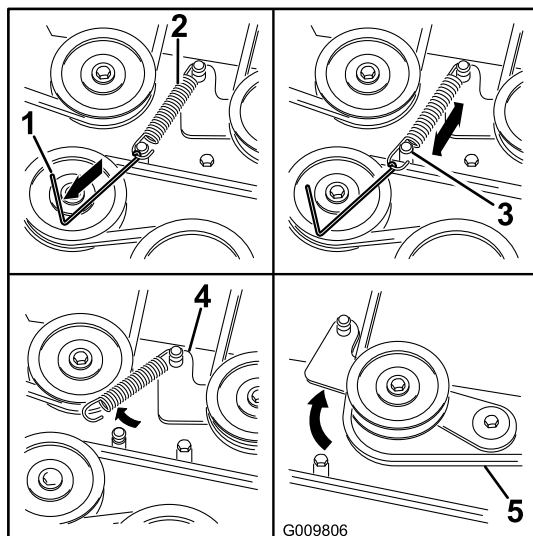

Figura 73
6. Utilize um removedor de molas (peça Toro n.º 92-5771), retire a mola intermédia por cima do gancho da plataforma para eliminar tensão da polia intermédia (Figura 73).
9. Instale a nova correia em torno das polias do cortador e da polia da embraiagem sob o motor (Figura 73).
10. Utilize um removedor de molas (peça Toro n.º 92-5771), instale a mola intermédia por cima do poste da plataforma para colocar tensão da polia intermédia e na correia do cortador (Figura 73).